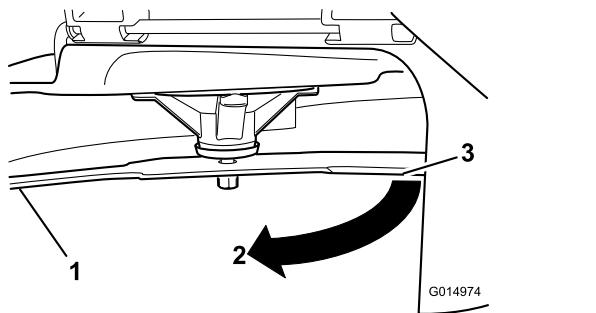

Bild 76
3. Zwischen Messer und Oberfläche gemessener Abstand (A)
4. Drehen Sie dasselbe Messer um 180 Grad, sodass die andere Schnittkante jetzt in derselben Stellung ist (Bild 76).